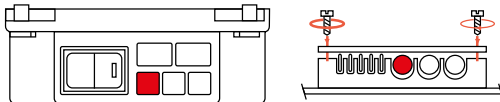

Рис. 2. Место ввода в корпус блока управления кабеля питания 220 В
• Пропустите кабель питания 220В, кабели управления шаровыми электроприводами, кабель радиоприемника и кабели проводных датчиков через специальные отверстия ввода в корпусе блока питания (рис. 2, 3, 4), (фото 6).